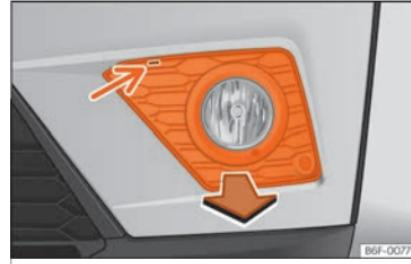

Fig. 55 Faro antiniebla: extraer la rejilla
- Haga palanca con un destornillador en la muesca **»» fig. 55** (flecha). Seguidamente desclipe los clips situados en el contorno de la rejilla tirando de ella.